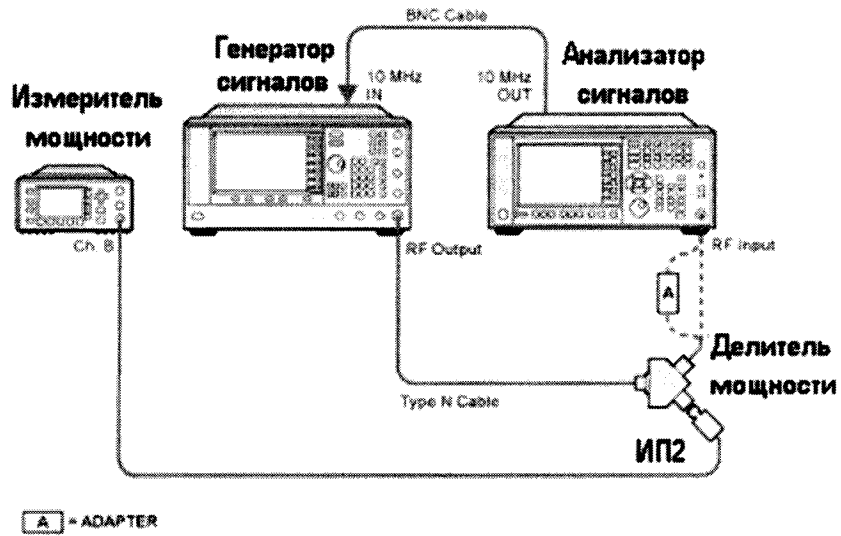

Рисунок 5
7.3.5.3 Отсоединить ИП1 от делителя. Освободившийся рукав делителя соединить с анализатором спектра (рисунок 5). На анализаторе установить DC coupled, предусилитель выключен, полоса обзора 1 МГц, ослабление аттенуатора 10 дБ. На генераторе установить уровень выходного сигнала -4 дБм, частота 50 МГц. Произвести измерения уровня сигнала уровня -10 дБм на частоте 50 МГц, установить маркер на пик, нажать маркер->дельта. Далее произвести измерения относительно 50 МГц на частотах  $3 \times 10^5$ ,  $1 \times 10^6$ ,  $5 \times 10^6$ ,  $1 \times 10^7$ ,  $15 \times 10^7$ ,  $45 \times 10^7$ ,  $95 \times 10^7$ ,  $1,25 \times 10^9$ ,  $1,85 \times 10^9$ ,  $2,25 \times 10^9$ ,  $2,95 \times 10^9$ ,  $3,55 \times 10^9$  Гц. Полученные значения зафиксировать, вычислить погрешность, учитывая погрешность делителя мощности.
7.3.5.6 Отсоединить ИП1 от делителя. Освободившийся рукав делителя с аттенюатором соединить с анализатором спектра (рисунок 5). На анализаторе установить DC coupled, предусилитель включен, полоса обзора 1 МГц, ослабление аттенюатора 10 дБ. На генераторе установить уровень выходного сигнала -4 дБм, частота 50 МГц. Произвести измерения уровня сигнала на частоте 50 МГц, установить маркер на пик, нажать маркер->дельта. Далее произвести измерения относительно 50 МГц на частотах  $3 \times 10^5$ ,  $1 \times 10^6$ ,  $5 \times 10^6$ ,  $1 \times 10^7$ ,  $15 \times 10^7$ ,  $45 \times 10^7$ ,  $95 \times 10^7$ ,  $1,25 \times 10^9$ ,  $1,85 \times 10^9$ ,  $2,25 \times 10^9$ ,  $2,95 \times 10^9$ ,  $3,55 \times 10^9$  Гц. Полученные значения зафиксировать, вычислить погрешность.
7.3.5.8 Отсоединить ИП1 от делителя. Освободившийся рукав делителя соединить с анализатором спектра (рисунок 5). На анализаторе установить DC coupled, предусилитель выключен, полоса обзора 1 МГц, ослабление аттенюатора 10 дБ. Произвести измерения уровня сигнала уровня -10 дБм на частотах  $3,65 \times 10^9$ ,  $5,05 \times 10^9$ ,  $6,05 \times 10^9$ ,  $7,05 \times 10^9$  (для опций 503, 508, 513, 526, 543, 544, 550),  $8,05 \times 10^9$ ,  $8,35 \times 10^9$  (для опций 508, 513, 526, 532, 543, 544, 550),  $9,05 \times 10^9$ ,  $10,05 \times 10^9$ ,  $11,05 \times 10^9$ ,  $12,05 \times 10^9$ ,  $13,05 \times 10^9$ ,  $13,55 \times 10^9$  (для опций 513, 526, 543,
7.3.5.10 Отсоединить ИП1 от делителя. Освободившийся рукав делителя соединить с анализатором спектра (рисунок 5). На анализаторе установить DC coupled, предусилитель выключен, полоса обзора 1 МГц, ослабление аттенюатора 10 дБ. Произвести измерения уровня сигнала уровня -10 дБм на частотах из п. 7.3.6.9. Измерения проводить дельта-маркером относительно 50 МГц. Полученные значения зафиксировать, вычислить погрешность, учитывая погрешность делителя мощности.